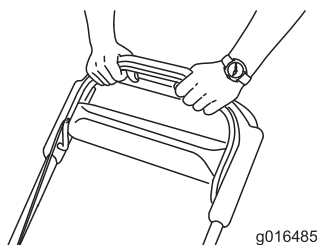

Figura 24
3. Sujete la barra de control de las cuchillas contra el manillar (**Figura 24**).